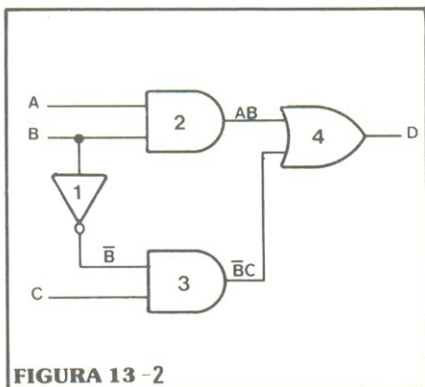

FIGURA 13-2
1. Construa uma tabela da verdade, a partir do circuito visto na figura 13-2.